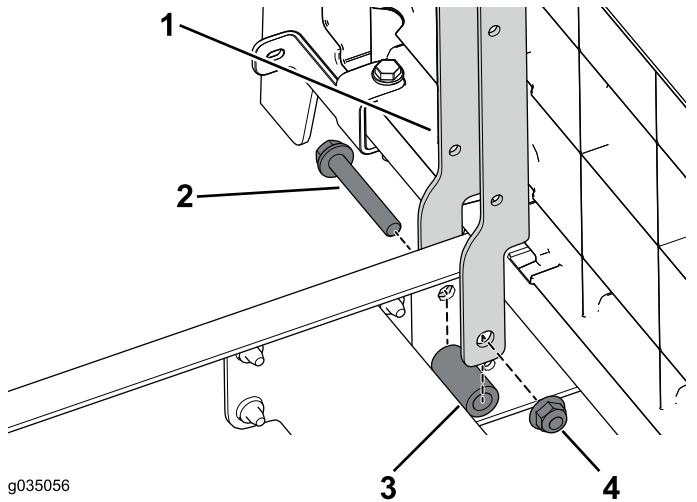

Figura 37
1. Utilice los 2 pernos (3/8" x 2 1/2"), espaciadores y tuercas con arandela prensada para sujetar los soportes del asiento a la sección delantera de la máquina (Figura 37).